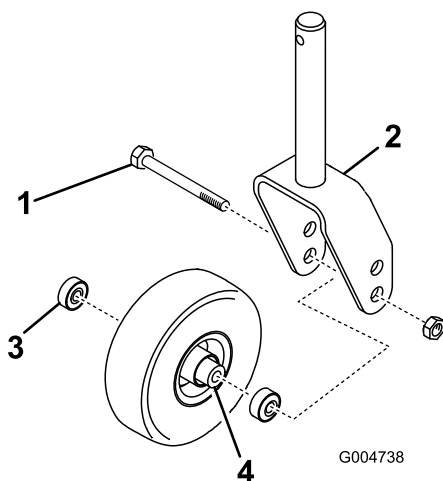
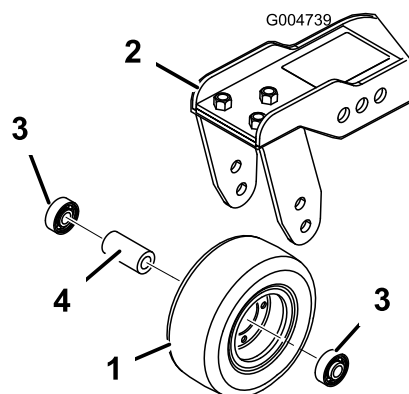

Figura 80
Figura 81
1. Retire a porca de bloqueio do parafuso que fixa a estrutura da roda giratória entre a forquilha da roda giratória (Figura 80) ou o braço articulado da roda giratória (Figura 81). Fixe a roda giratória e retire o parafuso da forquilha ou do braço articulado.
2. Retire o rolamento do cubo da roda e deixe cair a cunha do rolamento para fora (Figura 80 e Figura 81). Retire o rolamento do lado oposto ao do cubo da roda.